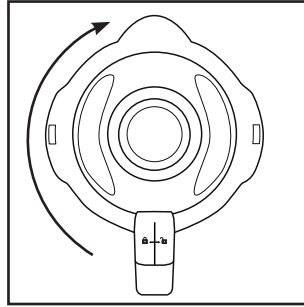

Bild 2
- 4) Sätt sedan tillbaka locket **2** med samma förskjutning på mixerbehållaren **3** och tryck fast det. Stäng locket **2** genom att vrida det medsols till läge  tills det klickar fast (se bild 2). Kontrollera att mixerbehållarens **3** pip är stängd. Motorn startar bara om locket **2** sluter helt tätt.